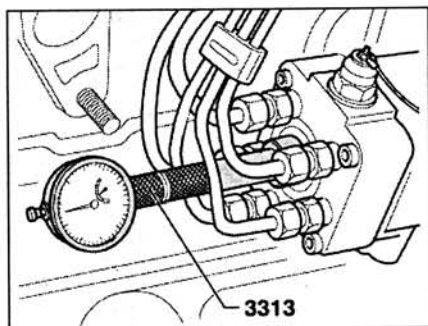

Рис. 3.12. Вкрутите переходник 3313 в резьбовое отверстие под центральный болт.
17. Вкрутите переходник 3313 в резьбовое отверстие под центральный болт (рис. 3.12). Установите индикатор (диапазон изменений 0-3.0 мм) с натягом 2.0 мм на переходник.